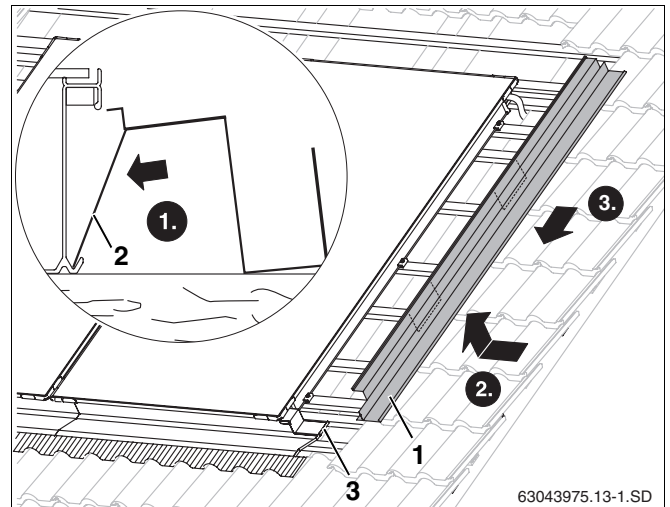

Fig. 48 Montagem da chapa de cobertura direita lateral
- ▶ Deve ajustar as chapas de suporte (fig. 48, **item 2**) ao bordo do colector em baixo.
- ▶ Encaixar as chapas de cobertura laterais direita e esquerda (fig. 48, **item 1**) com os bordos em cima na pega do colector e introduzir sobre a chapa de cobertura inferior.
- ▶ Comprimir a sobreposição das dobras de ambas as chapas para fixá-las (fig. 48, **item 3**).